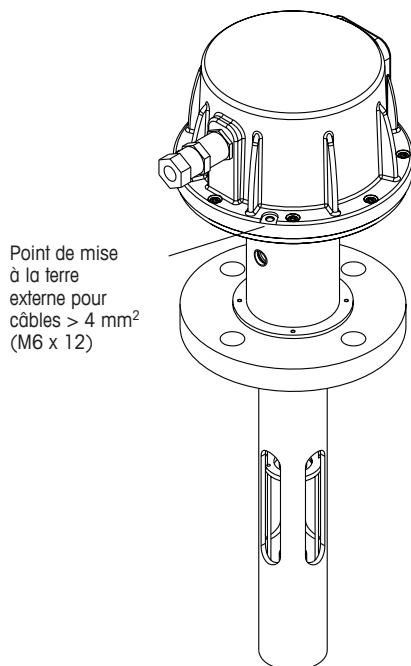

Figure 48 Point de mise à la terre externe (sur une sonde avec purge standard)
- Le GPro 500 doit être relié à un système de mise à la terre externe via l'une des vis du cache de la tête de sonde (voir Figure 48 à la page 86).